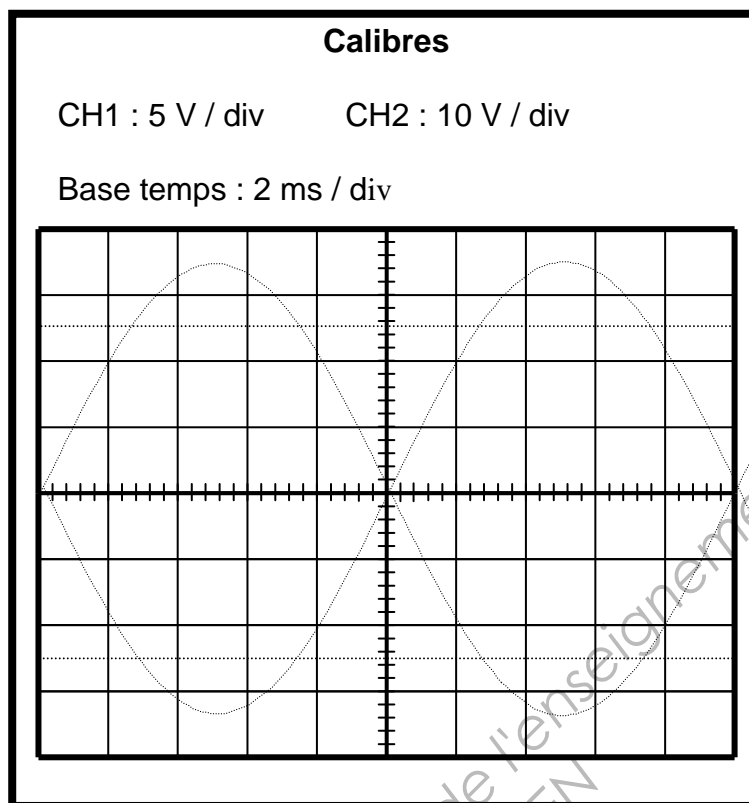

Figure 1
5. Tracer l'allure de la tension  $u_C$  sur la figure 1 du document réponse page 8.